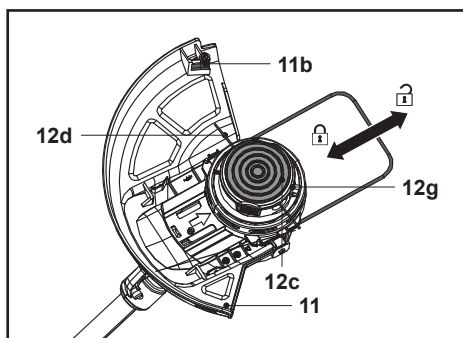

Fig. 23
1. Rode a cabeça do aparador (12) ao contrário.
2. Prima o botão de pressão de libertação (12g) enquanto puxa os fios do aparador (12d). A bobina do aparador (12c) liberta os fios do aparador (Fig. 23).